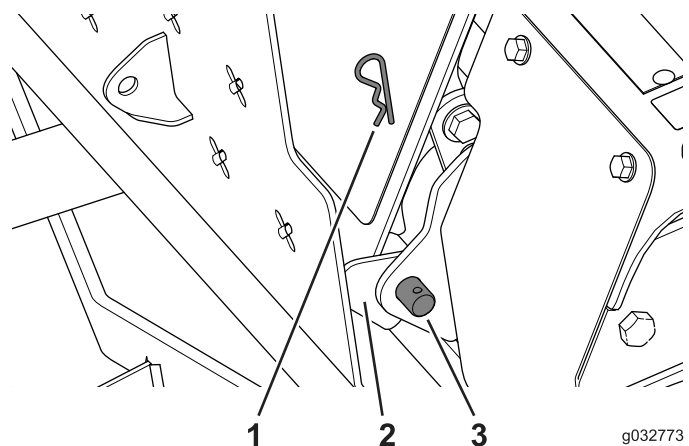

Figure 126
1. Fixez la plate-forme de l'utilisateur à l'aide de l'axe de pivot et de la goupille fendue, comme montré à la Figure 126.